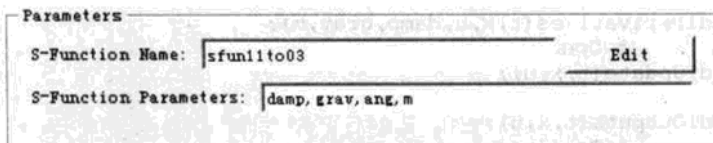

图 11.12 S-Functions 模块参数对话框设置
(5) 对 Simulink 模型进行参数设置。
- 双击 S-Functions 模块，弹出参数对话框，在 S-Functions Name 文本框中输入 sfun11to03，在 S-Functions Parameters 文本框中输入 “damp,grav,ang,m”，如图 11.12 所示。